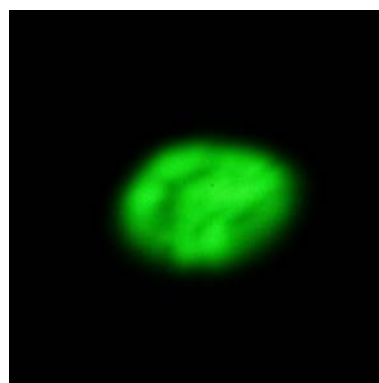

図 12 対称なフィラメント像
5. Filament の Target の値を徐々に下げてフィラメント像（図 12）が見えるようにする。
- 対称の場合（図 12）は調整の必要がない。